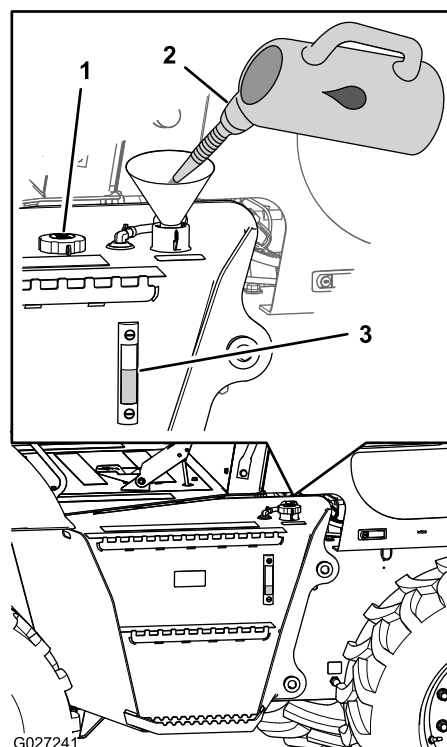

Figura 27
- Compruebe el nivel del aceite hidráulico en la mirilla situada en el lado del depósito hidráulico (Figura 27).
- Si el nivel de aceite hidráulico no es visible en la mirilla, retire el tapón de llenado (Figura 27), añada aceite hidráulico del tipo especificado hasta que el nivel de